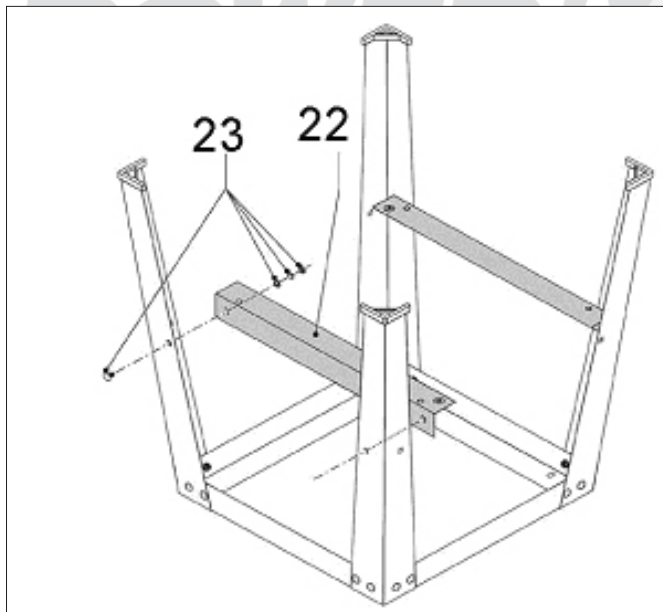

Abbildung 3
Bringen Sie eine kurze Querschiene (22) zwischen den beiden Beinen so an, dass die Schraublöcher übereinander liegen. Schrauben Sie die Querschiene mit Schrauben, Unterlegscheiben und Muttern (23) zusammen, ziehen Sie sie aber nicht zu stark an. Wiederholen Sie den Vorgang mit der anderen kurzen Querschiene wie in Abbildung 3 gezeigt.